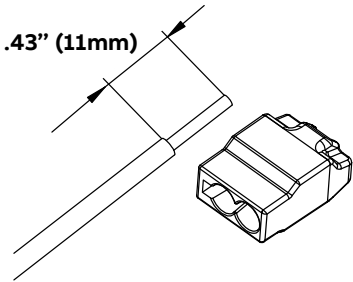

Figure 1
2. Dénuder le fil sur 11 mm (0,43 po). Notez que le fil métallique doit être étamé pour faciliter l'insertion (Figure 1).